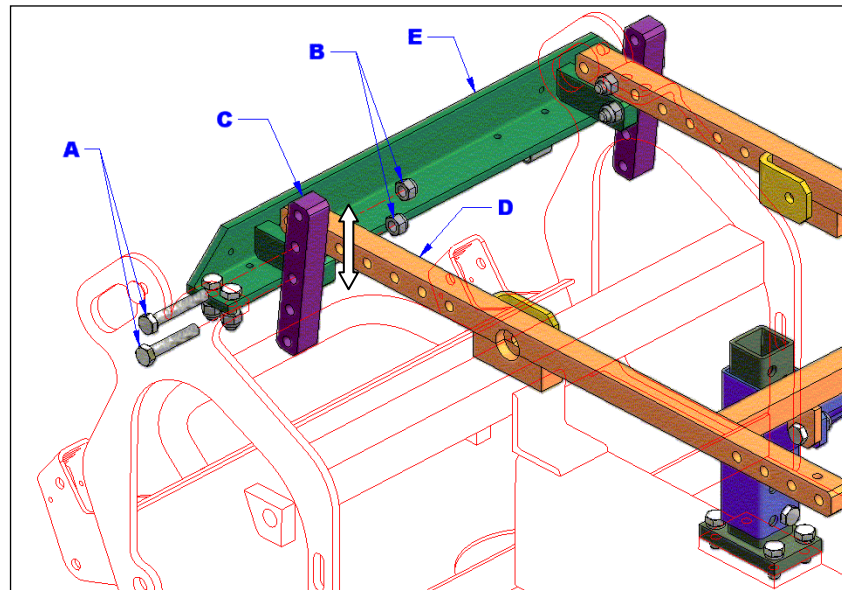

Figure 5-B : Hauteur sol-siège arrière.
La hauteur sol-siège arrière peut aussi être changée. L'ajustement est effectué à l'arrière, sous le capot. A l'aide d'une *clé de 1/2" ou 13 mm* dévisser les boulons (A) et les écrous (B) et ajuster la tige d'ajustement (C) avec le châssis (D) et la base de support (E) à la hauteur désirée (voir; figure 5-B).